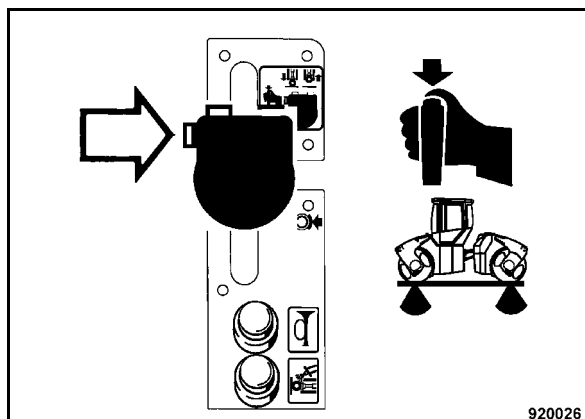

Fig. 88
- Dopo aver messo la leva di marcia nella posizione della direzione di marcia desiderata, inserire l'interruttore a pressione Vibrazione (Fig. 88) sulla leva di marcia a sinistra o a destra.